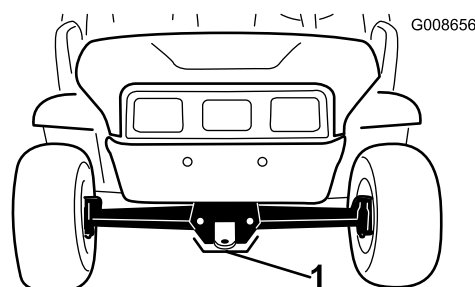

Figura 25
- O ponto de elevação dianteiro da máquina fica na zona dianteira do chassis, por trás do garfo de reboque (Figura 25).